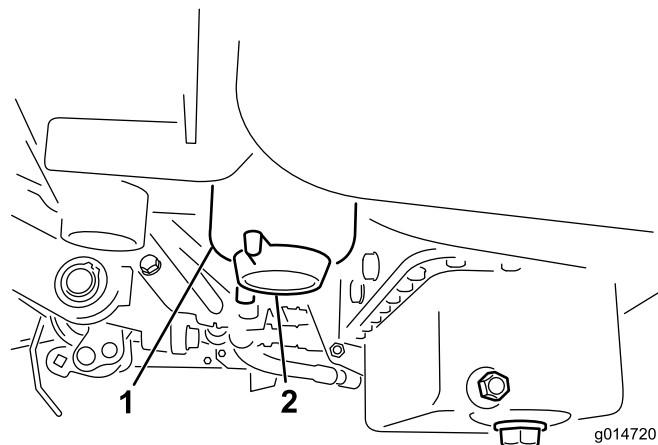

图30
3. 打开燃油滤清器上的排油塞, 大约旋转一周, 排干积水 (图30)。排干之后拧紧排油塞。